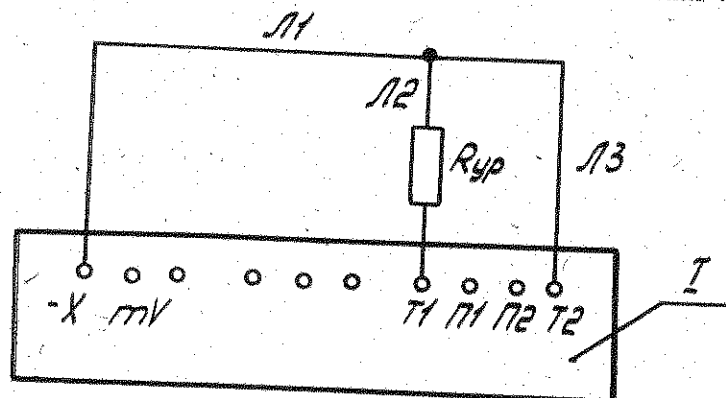

Рис. 9.
7. 6. 1. Соберите схему, приведенную на рис. 9.